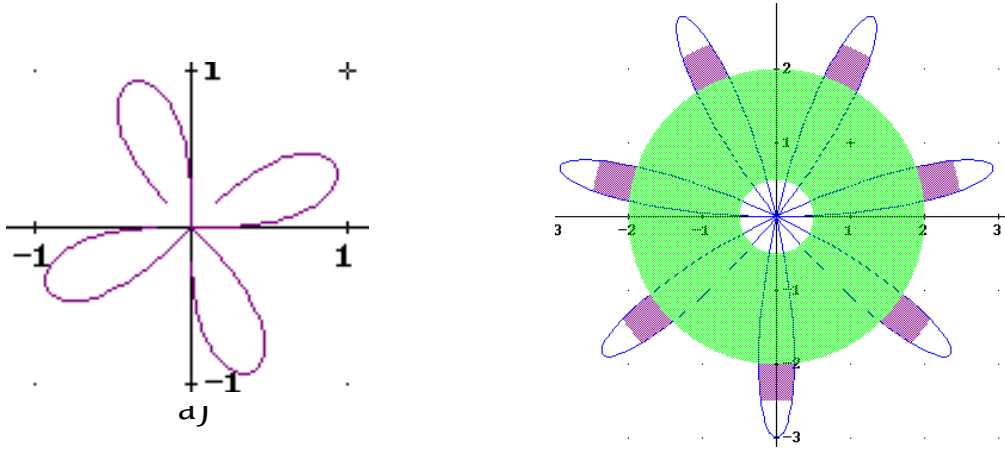

Figura 1
- La ecuación en coordenadas polares es $r^2 = \operatorname{sen}(4\theta)$ y está representada por la curva de la figura 1 a)
- b) La región que cumple con las condiciones está representada por la figura 1 b).